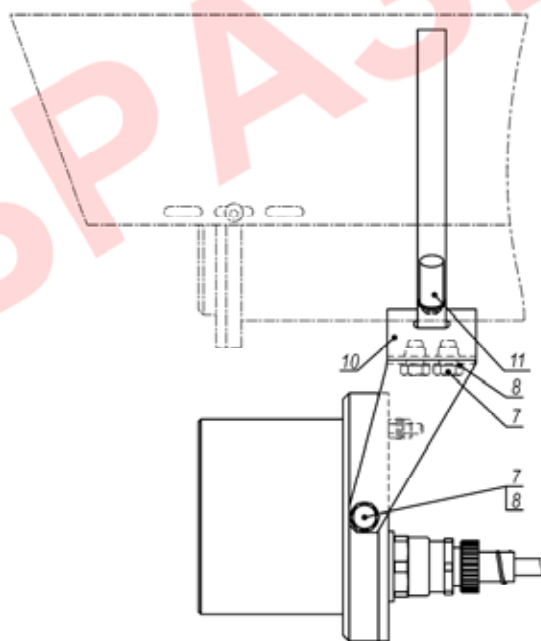

Рисунок 2 – Установка прожектора на видеокамеру
1.2 Установка прожектора на видеокамеры в термокожухах ТГБ-8Г Ех, ТГБ-8М Ех и аналогичные (рисунок 2):
- установить прожектор на скобу 10 (рисунок 2), используя болты 7 (2 шт.) и шайбы стопорные 8 (2 шт.);